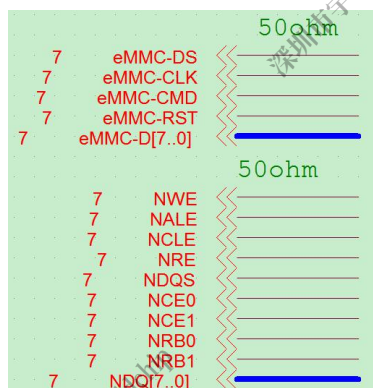

图 2-23 NAND, EMMC 信号线阻抗标注说明
- 原理图中需增加 NAND、EMMC 信号线走线的阻抗标注说明，如图 2-23 所示：